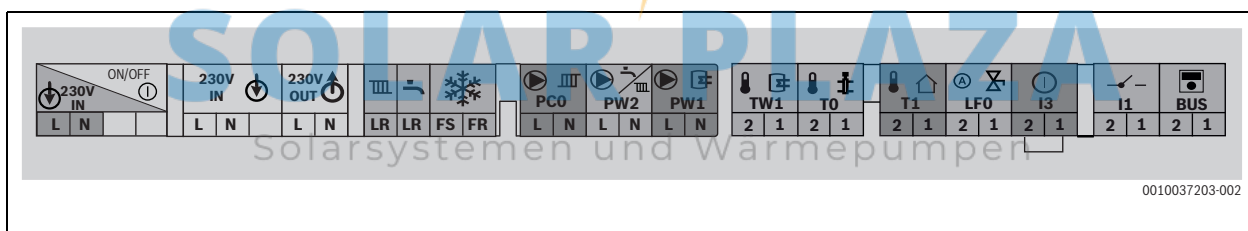

Bild 47 Klemmleiste für externes Zubehör
- Kabel an der Klemmleiste für externes Zubehör (→ Bild 47) anschließen.